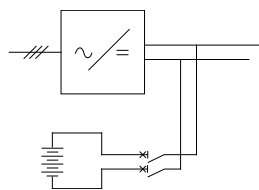

Fig. 2
- fig 2 : Batteries avec redresseur-chargeur